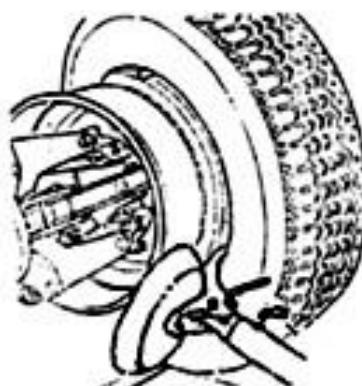
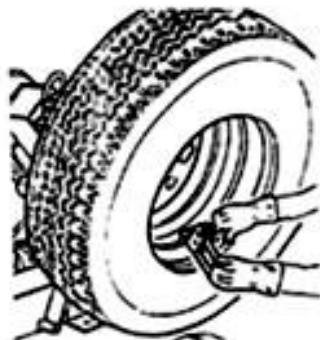

Fig 14
Fig 15
- (5) Поднимите обод и шину, вращайте их по часовой стрелке на 15-20 мм, шина будет располагаться под углом к ободу.
- (6) Убедитесь в том, что монтажный палец направлен на шину. В противном случае опустите блокировку, поверните палец на 180° и зафиксируйте.
- (7) Установите монтажный палец на расстоянии 5 мм от обода.
- (8) Вращайте колесо по часовой стрелке до тех пор, пока фиксатор шины не окажется в крайней нижней точке (рис. 14).
- (9) Снимите тиски с обода и установите инструмент в исходное положение (нерабочее).
- (10) Поверните инструментальную консоль к внешней части шины и зафиксируйте ее.
- (11) Установите тиски на внутренней стороне обода и вращайте колесо до тех пор, пока фиксатор не окажется в крайней верхней точке (рис. 15)